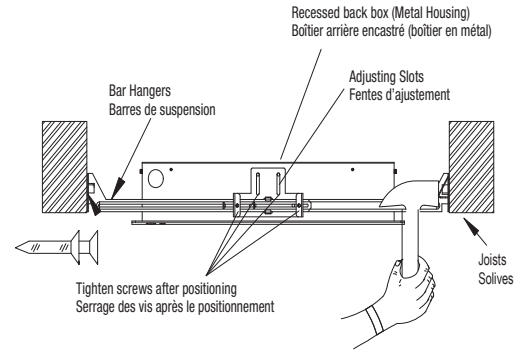

Fig. 5
7. Position the metal housing and the bar hangers between joists. Make sure that the bar hangers are oriented in the correct position. Position the metal housing temporarily by hammering "nail-in", tabs on bar hangers, then secure permanently with nails. Bar hangers should be level with the bottom of joists (Fig. 5).
8. Adjust height of recessed kits vertically using adjusting slots and then tightening all screws on adjusting slots and bar hanger bracket to secure adjusting bracket and bar hangers (Fig. 5).
7. Placer le boîtier en métal et les barres de suspension entre les solives. S'assurer que les barres de suspension sont orientées correctement. Installer temporairement le boîtier en métal à l'aide des pattes de clouage intégrées aux barres de suspension, puis fixer de manière permanente à l'aide de clous. Les barres de suspension doivent être de niveau avec le bas des solives (Fig. 5).
8. Ajuster la hauteur du boîtier en métal à la verticale à l'aide des fentes d'ajustement et serrer toutes les vis sur celles-ci et la ferrure des barres de suspension afin de fixer solidement la ferrure d'ajustement et la barre de suspension (Fig. 5).